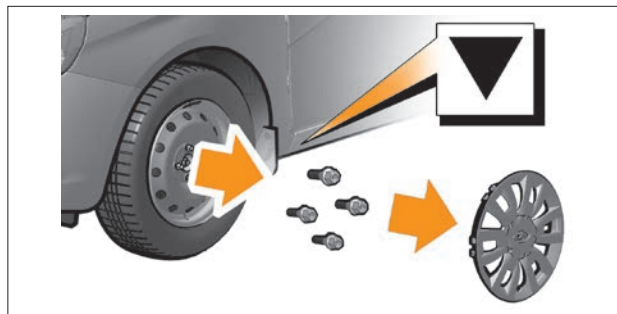

Рис. 3. Колесо автомобиля с колпаком и метка для установки домкрата (в варианном исполнении)
Рис. 3а. Расположение предохранителей и реле в монтажном блоке салона (в варианном исполнении)
4. Снимите колпак колеса (рис. 3) (в варианном исполнении).
Места установки домкрата обозначены специальными метками (см. рис. 3) на порогах. Расстояние до меток показано на рисунке 4.